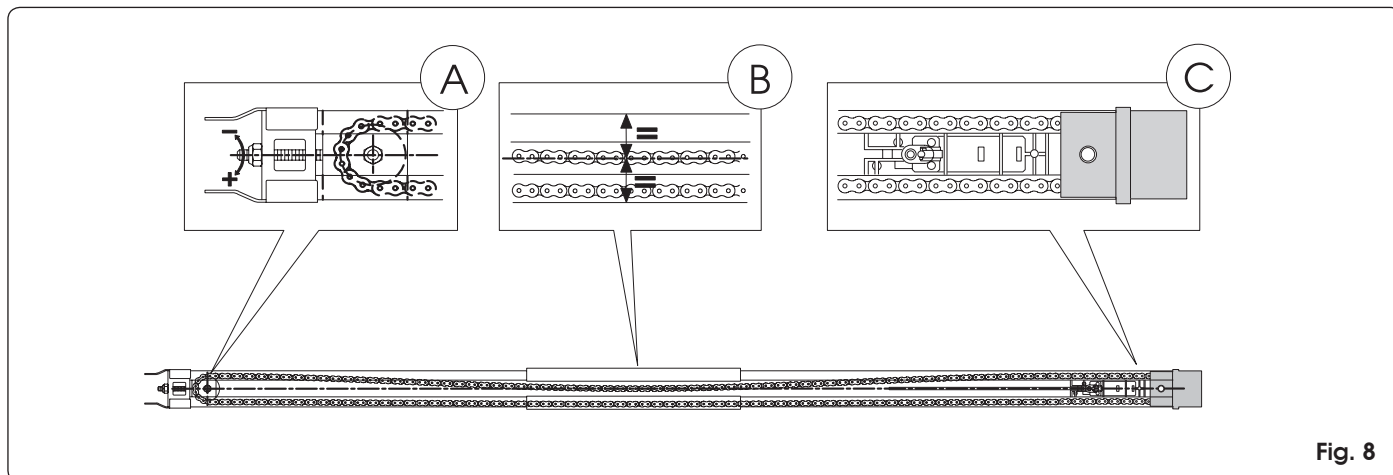

Fig. 8
- 5) Leg de geleiderail op zijn zij (Fig. 8)
- 6) Duw de geleideslede naar de aandrikkoppeling (Fig. 8 ref. C).
- 7) Stel de kettingspanner zo af (Fig. 8 ref. A) dat het centrale deel van de lus die wordt gevormd door het bovenste deel van de ketting, ongeveer samenvalt met het middelpunt van de rail (Fig. 8 ref. B).